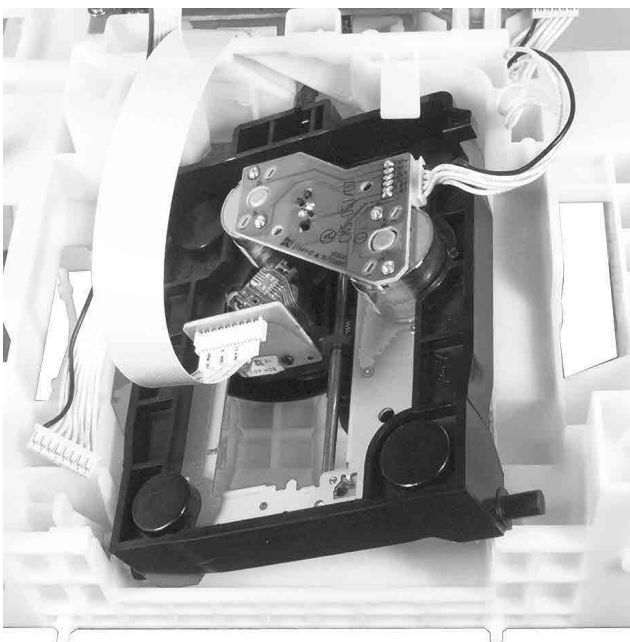

Fig. 12
- Pickup mit Montagerahmen herausnehmen (Fig. 12).
- Remove the pickup together with the mounting frame (Fig. 12).